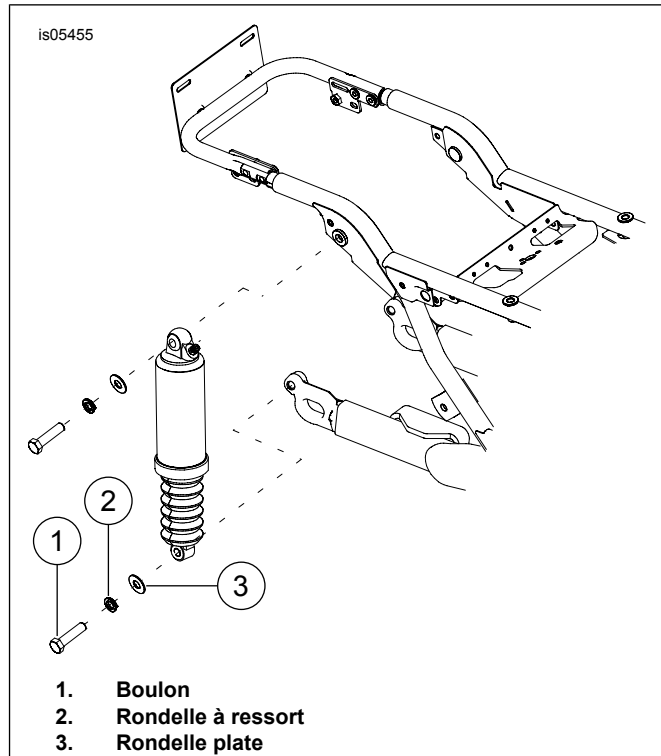

Figure 3. Dépose de l'amortisseur arrière
8. Voir Figure 3 . Retirer les boulons de montage inférieurs (1), les rondelles à ressort (2) et les rondelles plates (3) des amortisseurs.